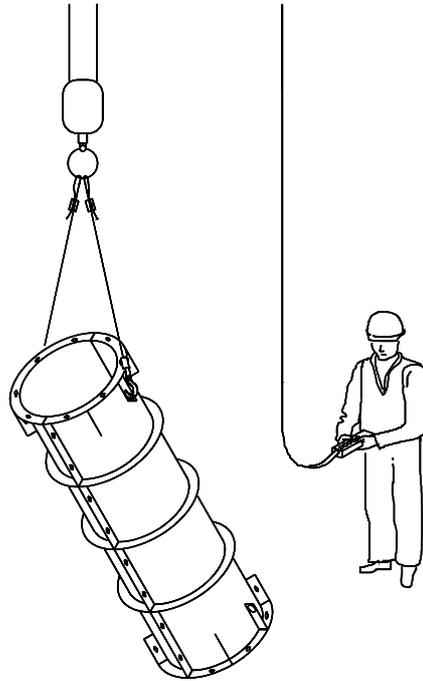

Figura 7
- ❖ Una vez colocados los cerrojos en todos los orificios de los paneles, se procederá al izado de los moldes. Para ello emplearemos los chapones de izado. (ver figura 7)
- ◆ Seguidamente se procederá al izado de los moldes. (ver figura 7)